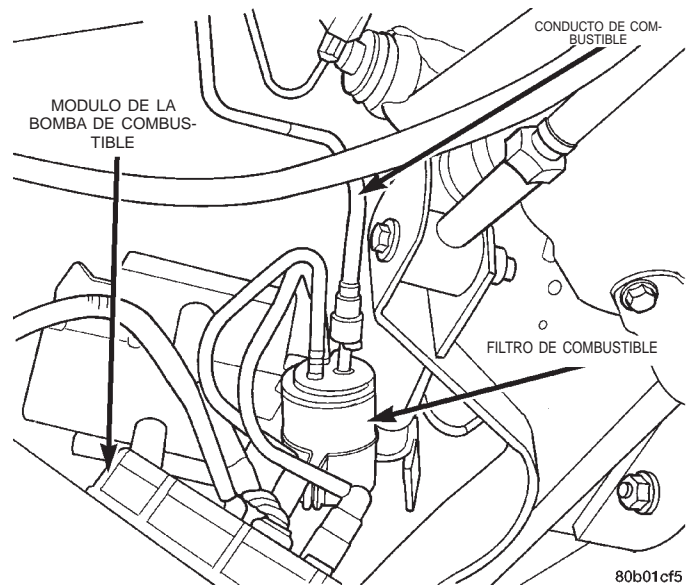
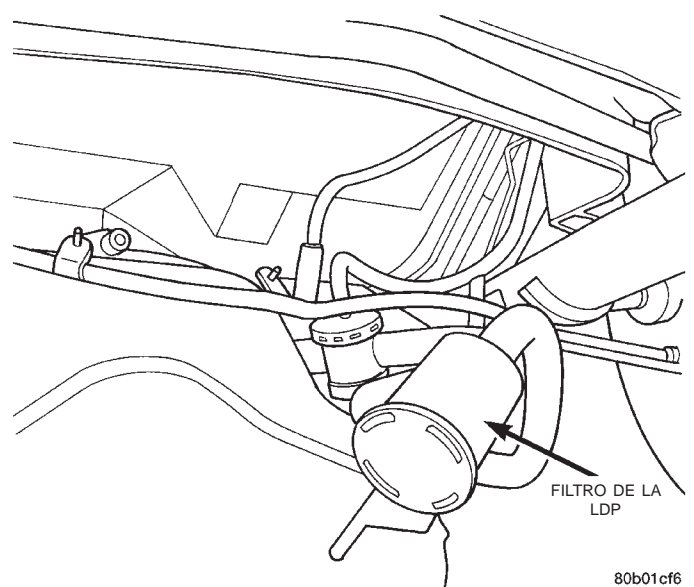

Fig. 13 Conducto de combustible
Fig. 14 Componentes de EVAP
- (6) Desconecte el conducto de combustible (Fig. 13).
- (7) Emplace un gato de transmisiones debajo del conjunto del depósito de combustible.
- (8) Retire los pernos de los flejes del depósito de combustible, comenzando por el del lado del acompañante.
- (9) Baje el depósito de combustible y retire el conducto de purga y el conducto de respiradero (Fig. 14).
- (10) Retire las mangueras de la cámara de EVAP.
- (11) Desconecte el conector eléctrico para la Bomba de detección de fugas (LDP).